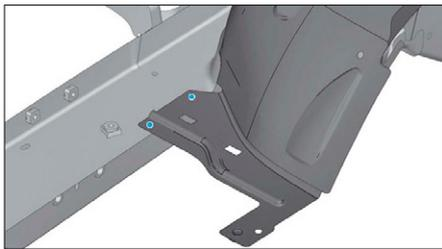

FIG. 39
• Souder par points électriques (Fig.39).